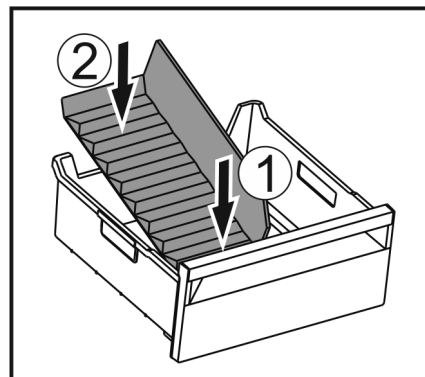

Fig. 125
- Vorderen Teil des Eisfach-Trenners einsetzen. Fig. 125 (1)
- Hinteren Teil des Eisfach-Trenners bis zum Schubfachboden absenken. Fig. 125 (2)